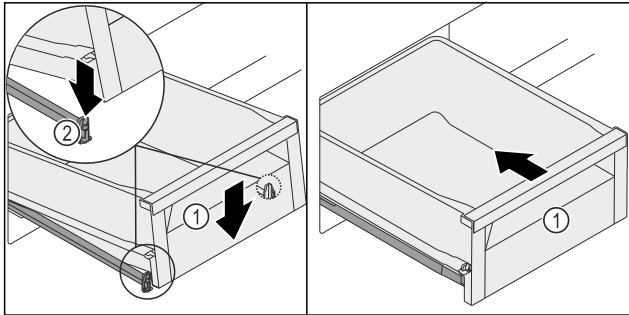

Fig. 125
- Abaisser l'avant du tiroir *Fig. 125 (1)* de manière à insérer le tiroir dans les languettes *Fig. 125 (2)* à gauche et à droite.
- Vous entendrez le tiroir *Fig. 125 (1)* s'enclencher.
- Pousser le tiroir *Fig. 125 (1)*.